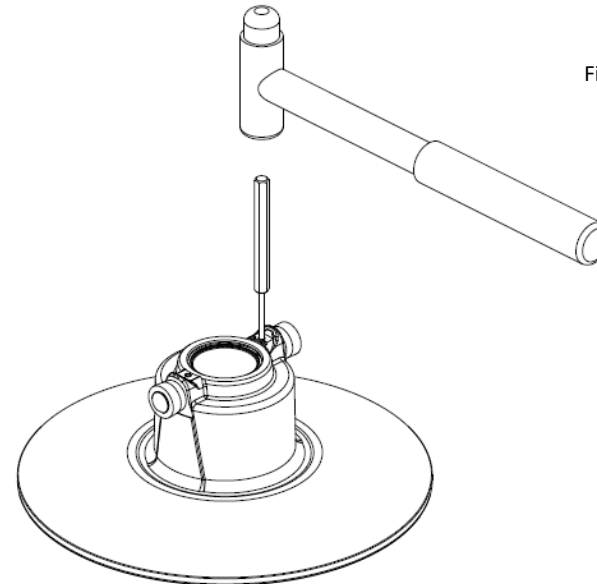

Figure 23
- Retirez les 2 goupilles élastiques ④ (figure 23) à l'aide d'un poinçon 3mm et d'un marteau.